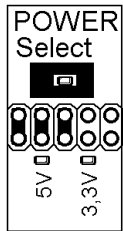
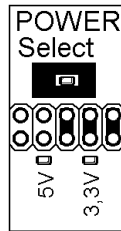

Bild 1
Bild 2
- POWER Select muss je nach verwendetem UNIGATE IC auf 5V (Bild 1) oder 3,3V (Bild 2) gejumpert werden!
UNIGATE IC-PBDPV1-5V : POWER Select = Bild 1 und BUS Select auf „1“
UNIGATE IC-PN-3,3V : POWER Select = Bild 2 und BUS Select auf „8“